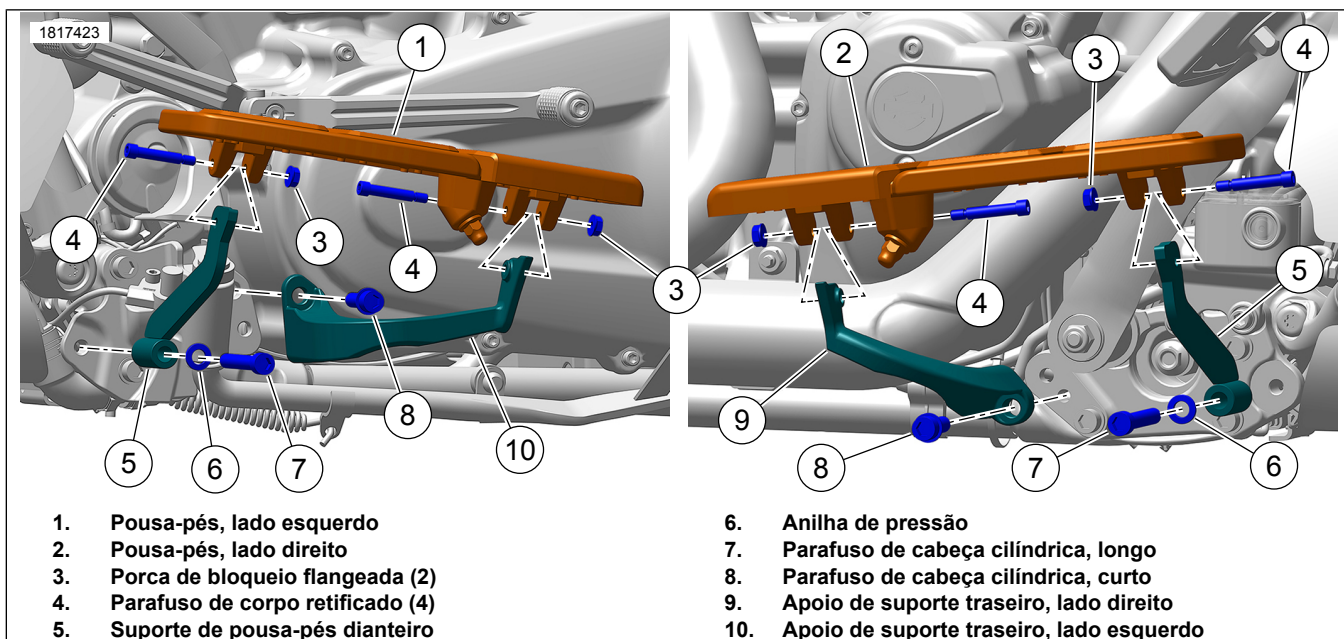

Figura 2. Pousa-pés de condutor (as quantidades indicadas são para cada pousa-pés)
1. Ver a Figura 2. Remova as porcas de bloqueio flangeadas (3) e os parafusos de corpo retificado (4) da parte inferior do pouso-pés (1, 2). Guarde as porcas de bloqueio.
3. Remova o parafuso de cabeça cilíndrica (7), a anilha de bloqueio (6) e os suportes frontais (5) de ambos os lados. Limpe as roscas e guarde os parafusos de cabeça cilíndrica.
1. Ver a Figura 2. Aplique cola de parafusos nas roscas dos parafusos (7).
3. Ver a Figura 2. Instale a anilha de bloqueio (6) e o parafuso de cabeça cilíndrica (7). Aperte.
4. Ver a Figura 2. Instale o pouso-pés do lado esquerdo (1) nos Equipamento original (OE) suportes dianteiros (5), os parafusos de cabeça cilíndrica (4) e OE as porcas flangeadas (3) que removeu anteriormente. Aperte.
5. Ver a Figura 2. Instale o pouso-pés do lado direito (2) nos OE suportes dianteiros (5), os parafusos de corpo retificado (4) e as OE porcas flangeadas (3) que removeu anteriormente. Aperte.